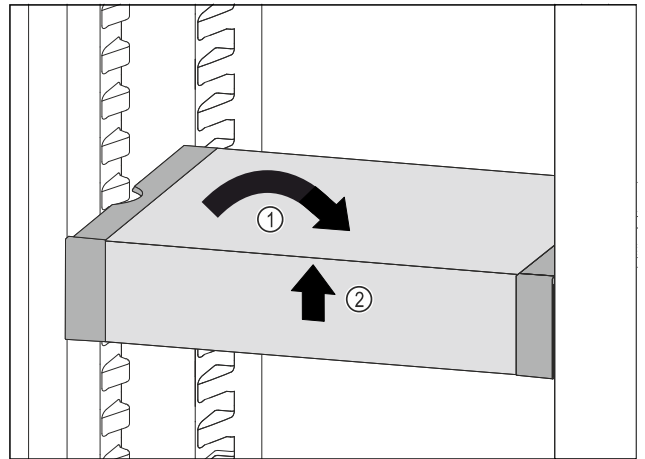

Fig. 83
- Poziționați drept VarioSafe. Fig. 83 (1)
- Ridicați în față VarioSafe. Fig. 83 (2)